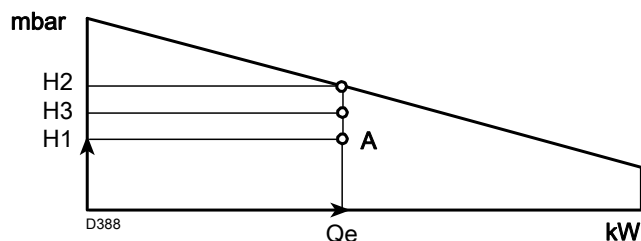

图 40
点 A 必须在出力范围内 (图 40)。
- 4 - 从点 A 画一条垂直线，如图 40 所示，在出力范围内找到最大压力 H₂。
如果 H₃ 大于 H₁，如图 40 所示，燃烧器可达到所需出力。